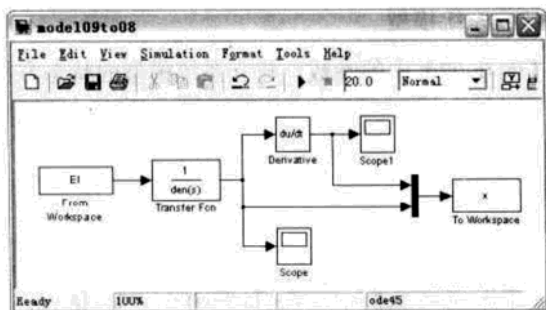

图 9.17 传递函数 Simulink 模型
- (3) 建立 Simulink 模型。Simulink 模型如图 9.17 所示，保存为 model09to08.mdl。